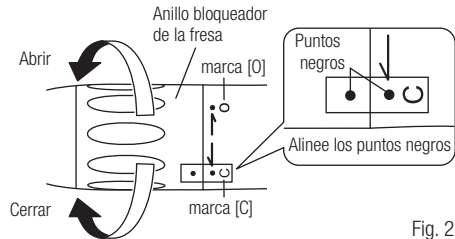

Fig. 2
- 3) Gire el anillo bloqueador de la fresa en dirección a la marca [C] hasta que haga clic. Asegúrese de que los puntos negros estén alineados (Fig.2).